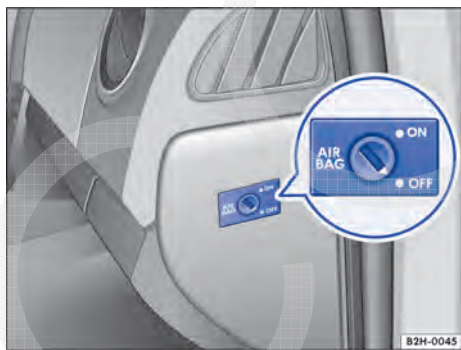

Fig. 63 Na parte frontal no lado do passageiro dianteiro: interruptor acionado pela chave para desativar e ativar o airbag frontal do passageiro dianteiro.
- Girar o interruptor acionado pela chave com a chave do veículo para a posição **OFF** ⇒ Fig. 63.
- Girar o interruptor acionado pela chave com a chave do veículo para a posição **ON** ⇒ Fig. 63. ▶